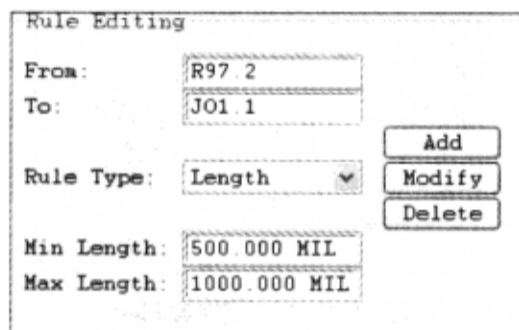

图 3-9-34 设置约束
(4) 从“Pins/Tees”列表选择“R97.2”，在“Rule Editing”区域的“From”栏现在显示“R97.2”→从“Pins/Tees”列表选择“JO1.1”，在“Rule Editing”区域的“To”栏现在显示“JO1.1”→在“Rule Type”栏选择“Length”；在“Min Length”栏输入“500MIL”，“Max Length”栏输入“1000MIL”，如图 3-9-34 所示。